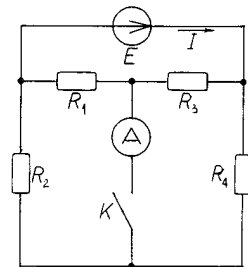

рис.15
18. В електричному колі (рис.15) $R1 = R4 = 10$ Ом; $R2 = R3 = 30$ Ом. Показники амперметра при замкненому ключі К $I = 4$ А. Визначити: ЕРС E джерела енергії, ток I при розімкненому ключі.